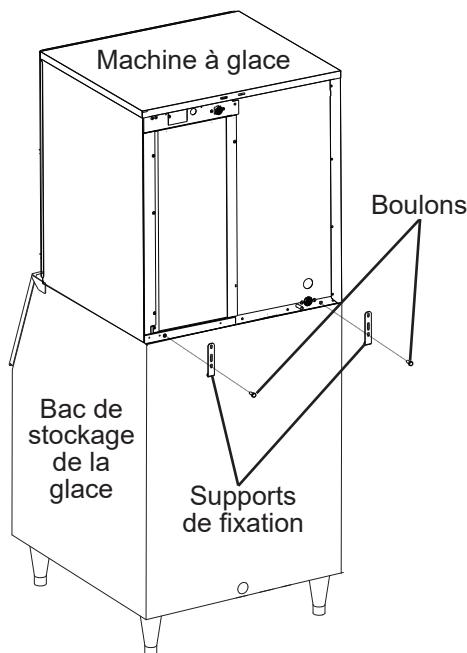

Fig. 2
- 4) Fixer la machine à glace sur le bac de stockage au moyen des deux supports de fixation et des boulons fournis. Voir fig. 2.
- 6) Machine à glace : Remettre les panneaux dans leurs positions initiales. Voir fig. 2.